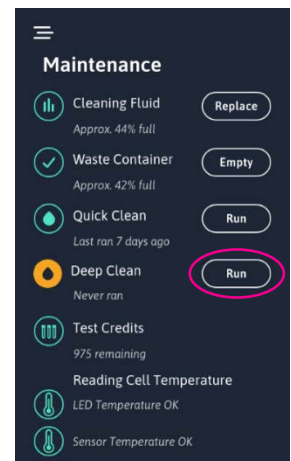

Figure 34
1. Appuyer sur le bouton « Lancer » pour le lavage approfondi, dans le sous-menu Maintenance pour effectuer un lavage approfondi (figure 34). L'analyseur vérifie que les volumes dans les bouteilles iWASH et iWASTE sont suffisants et invite à les remplacer le cas échéant. Si le volume est suffisant, l'analyseur invite l'utilisateur à insérer la solution de nettoyage.